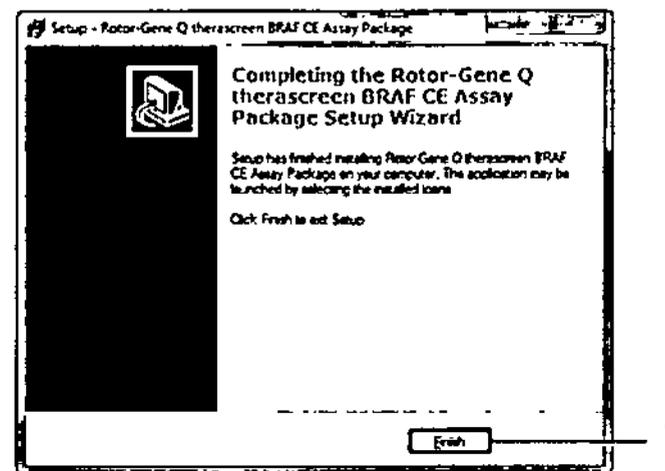

Ilustración 43. Finalización del asistente para la configuración (1 = Botón "Finish" [Finalizar])
6. Se iniciará automáticamente la configuración de los moldes y, cuando finalice, aparecerá el cuadro de diálogo "Setup" (Configuración). Haga clic en "Finish" (Finalizar) para salir del asistente para la configuración (ilustración 43).